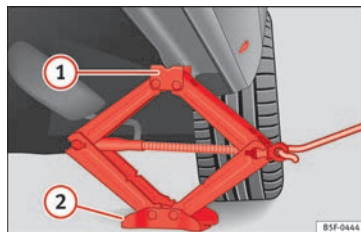

Fig. 187 Bas de caisse : placement du cric du véhicule.
- Tournez le cric*, placé sous le point d'appui du bas de caisse, pour le lever jusqu'à ce que l'ergot **①** » » **fig. 187** se trouve sous le logement en plastique prévu à cet effet.
- Alignez le cric* de sorte que l'ergot **①** « s'encastre » » dans le logement en plastique prévu à cet effet sur le bas de caisse et que la plaque de base mobile **②** repose sur le sol. La plaque de base **②** doit tomber à la verticale par rapport au point d'appui **①**.